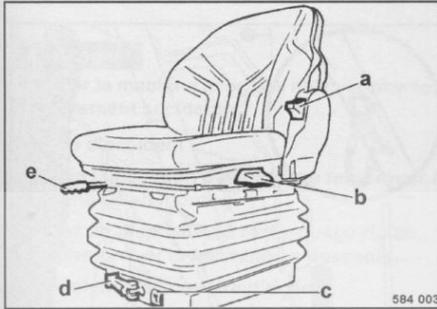

fig. 103
- Tirer la manette e (fig. 103) vers le haut et coulisser le siège vers l'avant ou l'arrière pour le régler dans la position désirée.